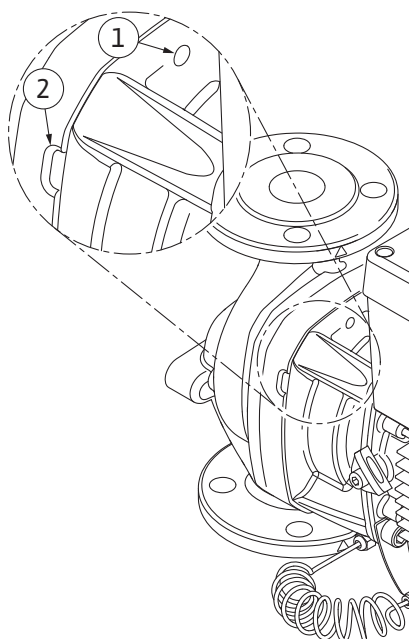

Fig. 104: Trous taraudés et fentes pour chasser le kit embrochable du corps de pompe
12. Pour le type de pompe (Fig. I et Fig. II), utiliser les deux trous taraudés M10 (voir Fig. 104) et des vis appropriées fournies par le client (p. ex. M10 x 20 mm). Les fentes (Fig. 104, pos. 2) peuvent également être utilisées pour exercer une pression. Pour ce faire, placer, par exemple, deux tournevis et les utiliser comme leviers. Après un dégagement de 0,59 in (15 mm) environ, le kit embrochable n'est plus inséré dans le corps de pompe.